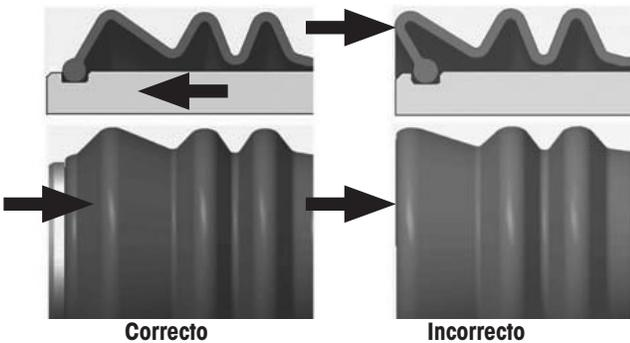

Figura 64: Instalación de funda del perno guía
**AVISO:** Daños a las fundas del perno guía pueden ocurrir, como se muestra en la Figura 64 (INCORRECTO), si se permite que las fundas del perno guía se extiendan más allá de la cara del perno guía. Esto puede resultar en un pellizco y/o desgaste no deseado de la funda al entrar en contacto con el porta caliper.
12. **Empuje manualmente** los pernos guía fuera del caliper de freno hacia el porta caliper hasta que el pliegue principal (Figura 64, INCORRECTO) de la funda del perno guía se separe de la rondana (Figura 64, CORRECTO).